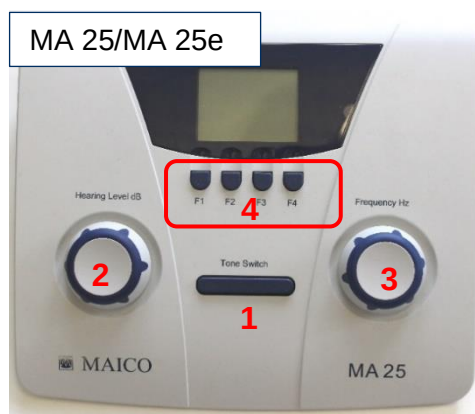
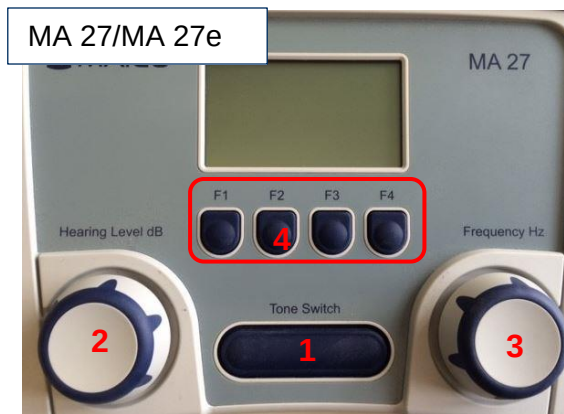

Figure 10
Figure 11
Pour allumer l'audiomètre, appuyez sur le bouton **Tone Switch (Bouton de son)** (Figure 10/Figure 11, 1).
Les Figure 10 et Figure 11 présentent l'agencement de l'appareil. Le Tableau 6 donne plus de détails.
Les touches de fonction sont les boutons en dessous de l'écran. La fonction du bouton s'affiche en bas de l'écran. Ces boutons sont appelés **F1**, **F2**, **F3** et **F4**. Voir la Figure 10 et la Figure 11 (4) ainsi que le Tableau 7 pour connaître les sélections disponibles pour chaque touche de fonction en mode de test.